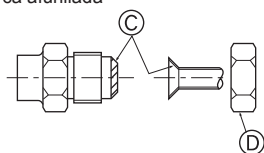

Fig. 4-5
(A) (Fig. 4-5)
(B) (Fig. 4-5)
4.4. Tubos de ligação (Fig. 4-5)